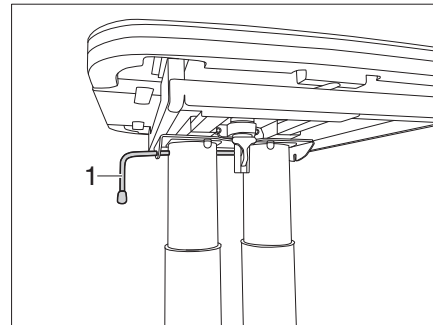

Fig. 105 Verrouiller la table
- Basculer le levier de verrouillage (Fig. 105,1) vers la gauche. Le verrouillage est ouvert.
- Basculer le levier de verrouillage (Fig. 105,1) vers la droite. La table à hauteur réglable est verrouillée.